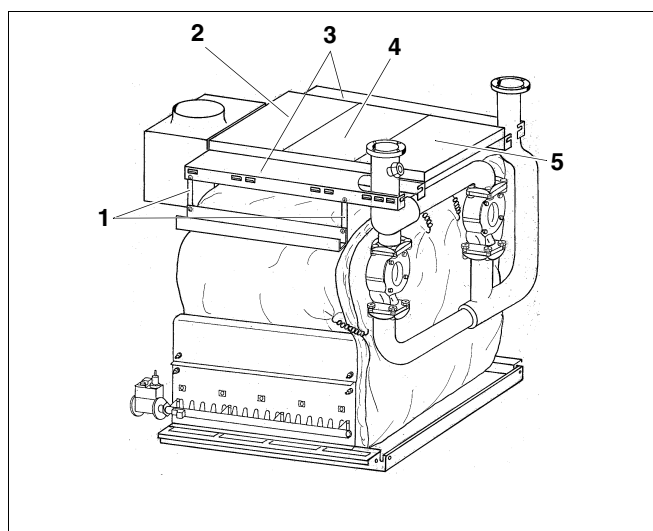

Fig. 52 Montage des capots de la chaudière
- Poser le capot arrière (fig. 52, **pos. 2**) et visser aux capots latéraux (fig. 52, **pos. 3**) à l'aide de vis à tête plate 3,9 x 9,5. A partir de la taille 2 x 12, il existe également un capot intermédiaire (fig. 52, **pos. 4**) à placer entre les capots avant et arrière.
Légende pour fig.52